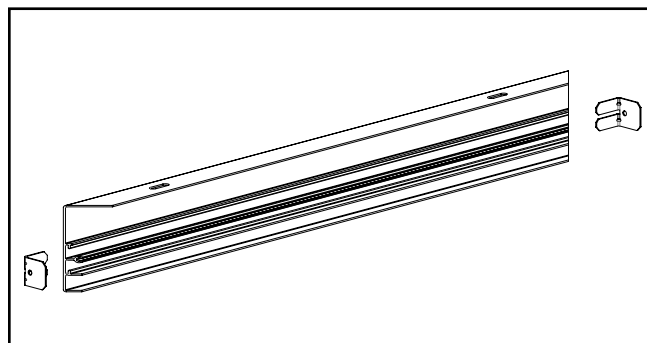

**Figura 9.**
2. Vuelva a instalar la pieza del marco extraída con los tornillos sostenedores para completar la instalación. (Figura 9.)